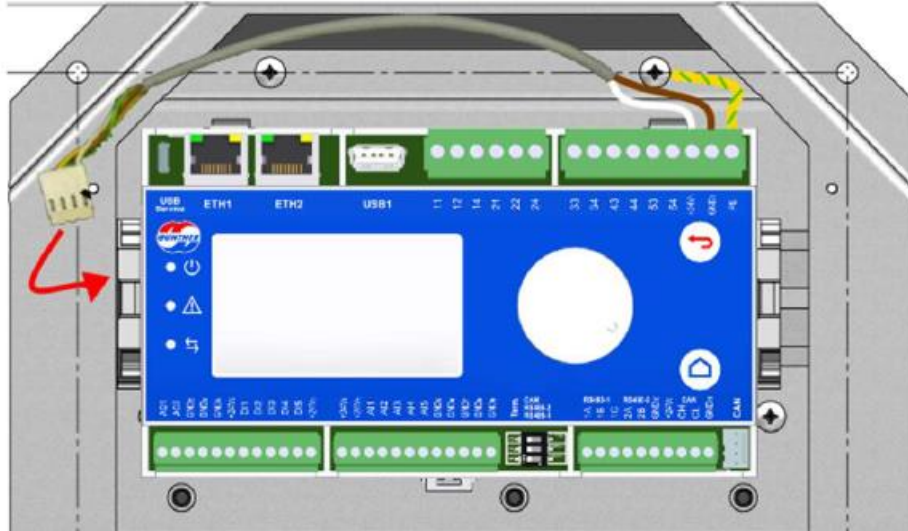

Figura 16: Conexão de cabo de alimentação do GMMnext.
- Insira a alimentação (+24V e o GND do terminal anteriormente cortado) nos terminais presentes no canto superior direito, conforme Figura 16;